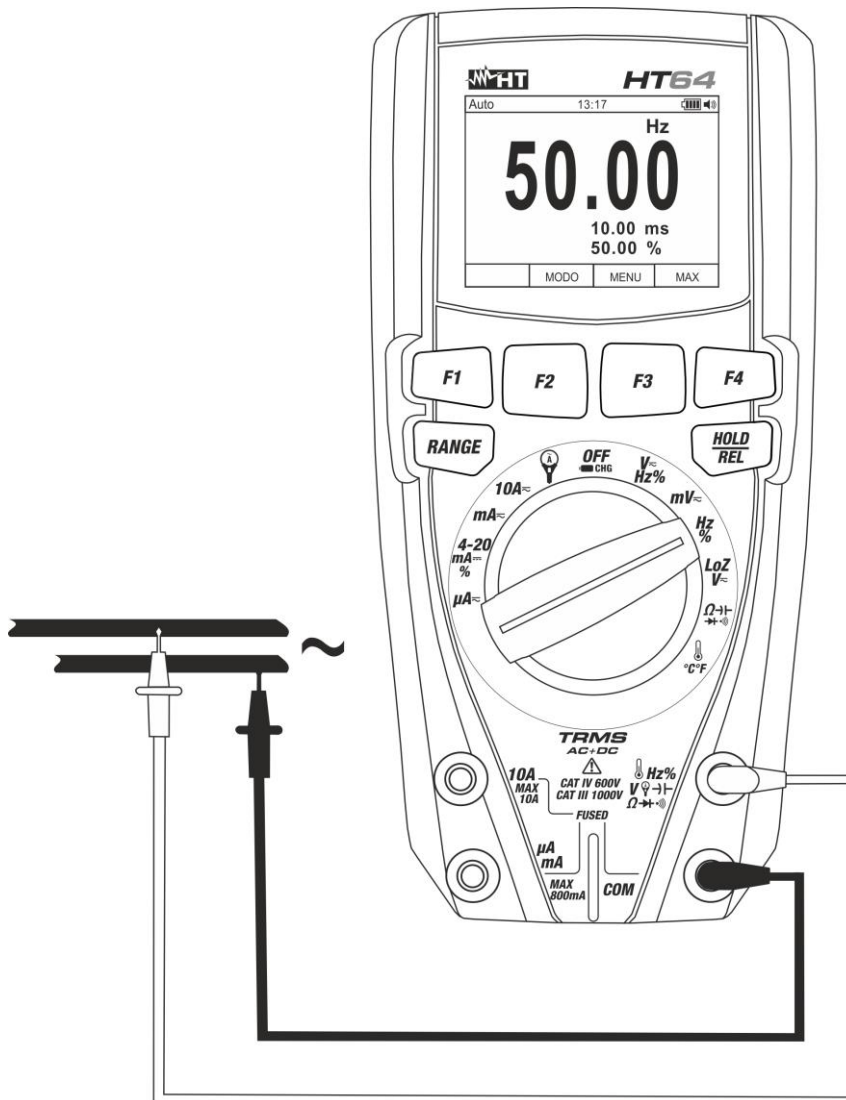

Fig. 25: : Uso do instrumento para medição de Frequências e Ciclo de Trabalho (Duty Cycle)
4. Colocar a ponteira vermelha e a ponteira preta respetivamente nos pontos do circuito em exame (ver Fig. 25). O valor da frequência (Hz) ou do Ciclo de Trabalho (Duty Cycle) (%) é apresentado no display. A barra gráfica não está ativa nestas funções.